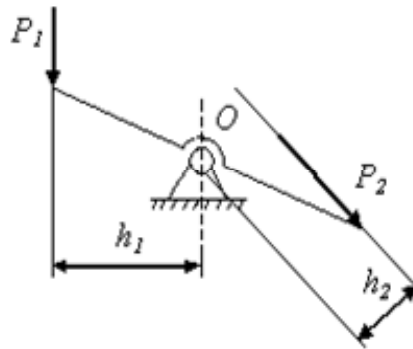

Рис. 9
18. В равенстве моментов двух сил приложенных к рычагу относительно точки опоры рычага: $P_1 \cdot h_1 = P_2 \cdot h_2$ (рис. 9).